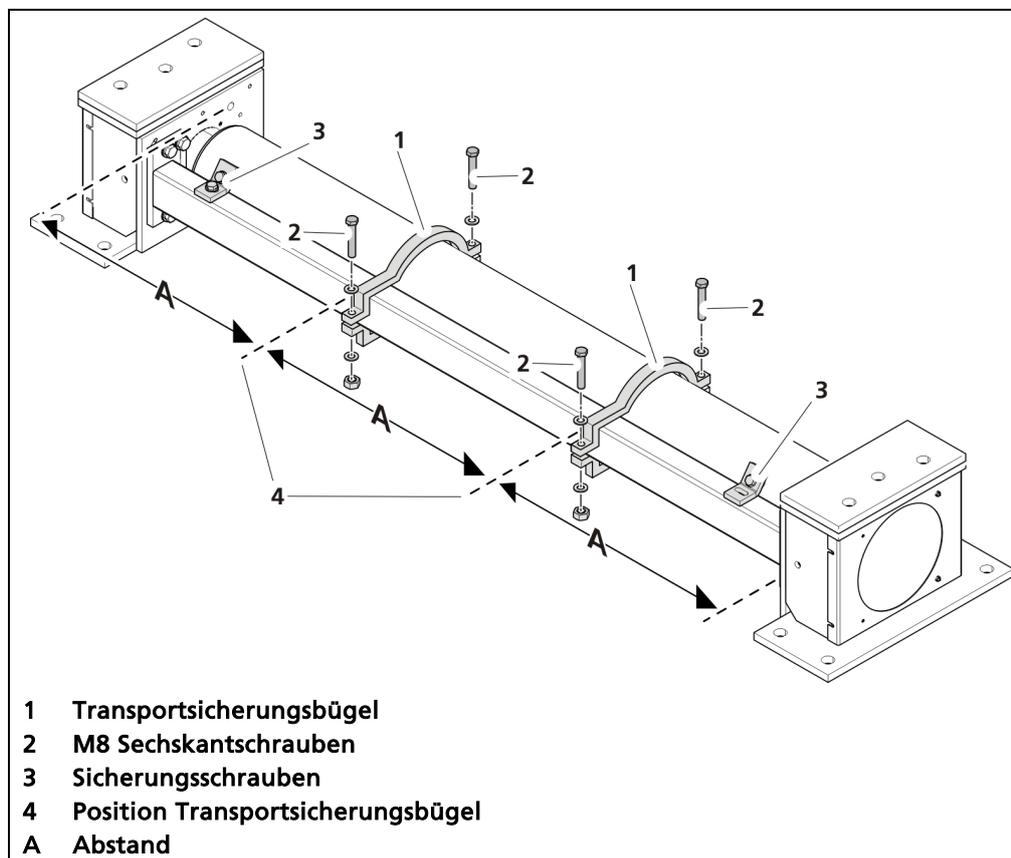

Abb. 17 Transportsicherung
Die Transportsicherungsbügel (Abb. 17, Pos.1) dienen der Sicherung der Abschirmwalze der Bandwaage während des Transports. Nur mit diesen Bügeln erfüllt das Bandwaagen-Unterteil die TYP A Anforderungen gemäß IATA DGR und ADR Transporthvorschriften.
Die beiden Transportsicherungsbügel (Abb. 17, Pos.1) sind zusätzlich zu den beiden Sicherungsschrauben (Abb. 17, Pos.3) vor der Inbetriebnahme der Bandwaage zu entfernen und sind für einen möglichen Rücktransport aufzubewahren.
Die Transportsicherungsbügel (Abb. 17, Pos.1, Pos.2) und die Sicherungsschrauben (Abb. 17, Pos.3) müssen vor dem Transport montiert und verschraubt werden.
1. Bringen Sie die Transportsicherungsbügel in gleichen Abständen (Abb. 17, A) an.
- ▶ Beispiel: Abschirmungslänge 1800 mm, Abstand (A) = 600 mm.
3. Verschrauben Sie alle Sicherungsschrauben (Abb. 17, Pos.3)